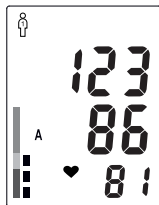
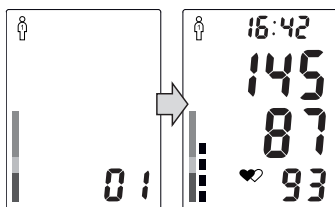

Рис.17
Рис.18
3. Просмотреть содержимое памяти прибора Вы можете, нажав кнопку M1 или M2. При первом нажатии кнопки M1  (или M2 ) на экране появится среднее значение 3-х последних измерений, сохраненных в память M1 (или M2), обозначенная символом «А» (рис. 17). При повторном нажатии кнопки M1 (или M2) на экране появится индикатор выбранной памяти M1  (или M2 ) и номер ячейки памяти, а через 1 секунду отображается ее содержимое (рис. 18).